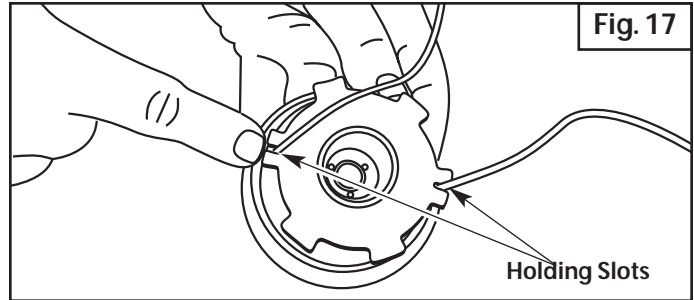

Fig. 17
12. Insérez les extrémités du fil dans les deux fentes de retenue (Fig. 17).